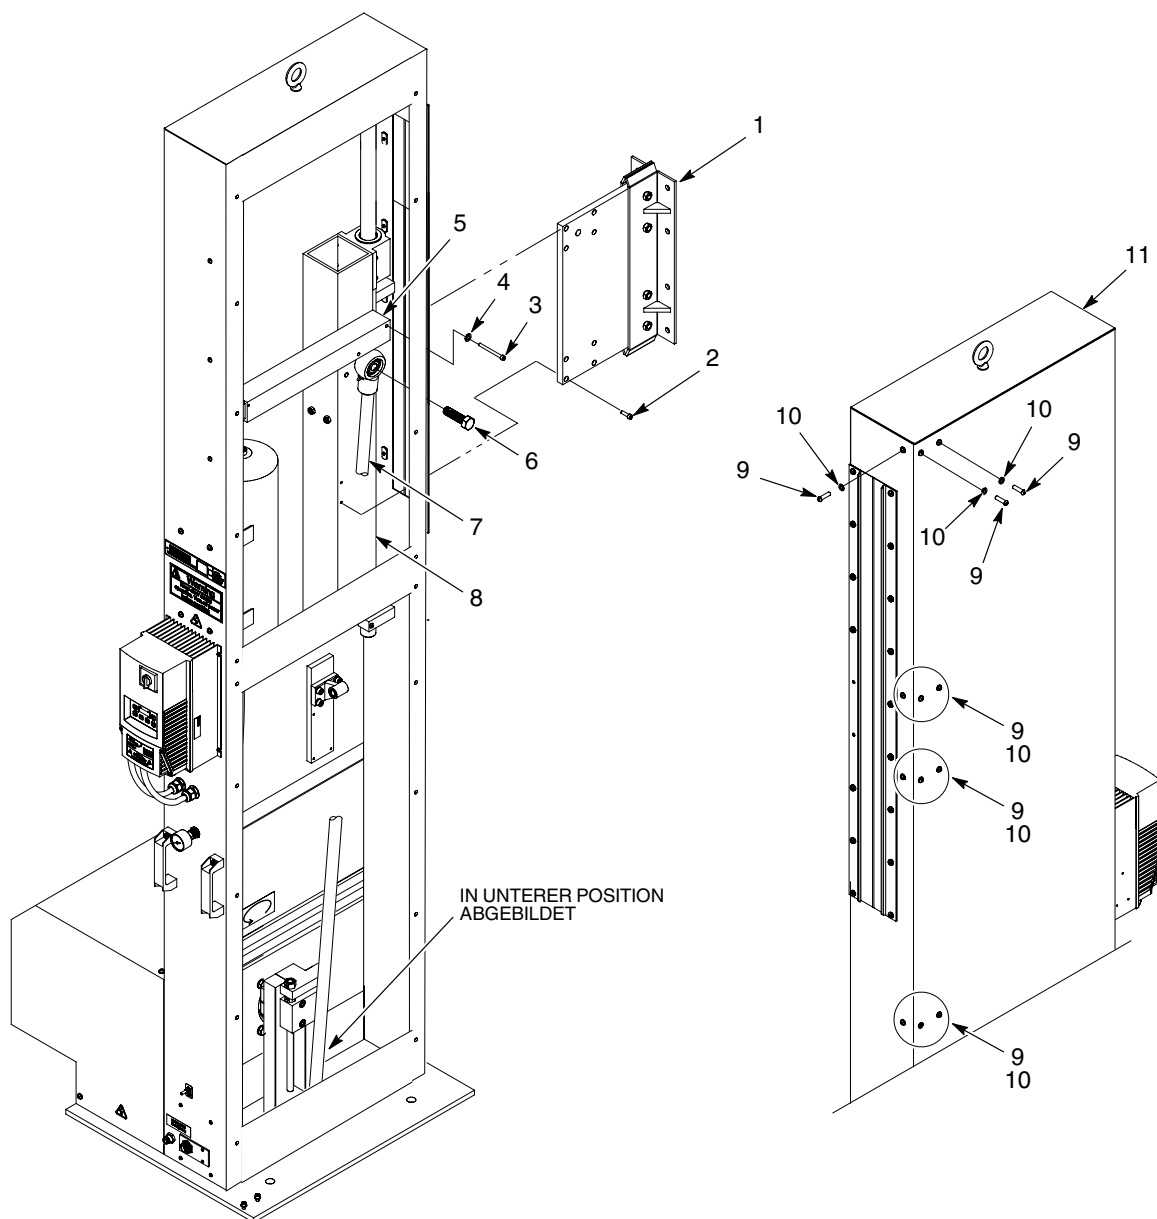

Abb. 18 Lagerbaugruppe installieren
1. Siehe Abbildung 18. Eine zweite Person die Lagerbaugruppe am Oszillationshubwerk (11) positionieren lassen. Die Lagerbaugruppe mit den Sicherungsscheiben (10) und Schrauben (9) am Hubwerk befestigen. Die Schrauben fest anziehen.
2. Den Pistolenwagen (1) mit den Schrauben am Halterohr (8) installieren. Die Schrauben fest anziehen.
3. Das Gewinde der Schraube (6) schmieren. Die Verbindungsstange (7) mit der Schraube am Halterohr (8) installieren. Die Schraube mit 90-100 ft-lb. (120-135 N•m) anziehen.
4. Die Stabilisierungsstange (5) mit den Schrauben (3) und Sicherungsscheiben (4) am Halterohr des Lagers (8) montieren. Die Schrauben fest anziehen.